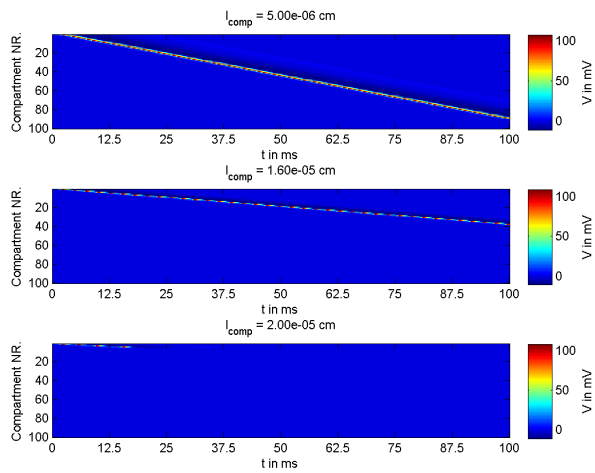

Figure 4. Veränderung des Parameters $l_{comp} = [5.0e - 6, 1.6e - 5, 2.0e - 5]cm$
- b) Je kürzer das Compartment ist, desto geringer ist sein Widerstand, da gilt: $R_a = \rho_{axon} \cdot \frac{l_{comp}}{r_{axon}^2}$. Daher kann bei einer kürzeren Compartment Länge mehr Strom fließen und Aktionspotential wird schneller erreicht. Somit propagiert das Aktionspotential schneller durch das Axon. Den gegenteiligen Effekt hat die Erhöhung der Axon-Länge. Ist das Axon zu lang ist der Widerstand zu groß und der Strom reicht nicht aus um die Membranspannung so weit ansteigen zu lassen um ein Aktionspotential auszulösen. (vgl. Abb. 4)